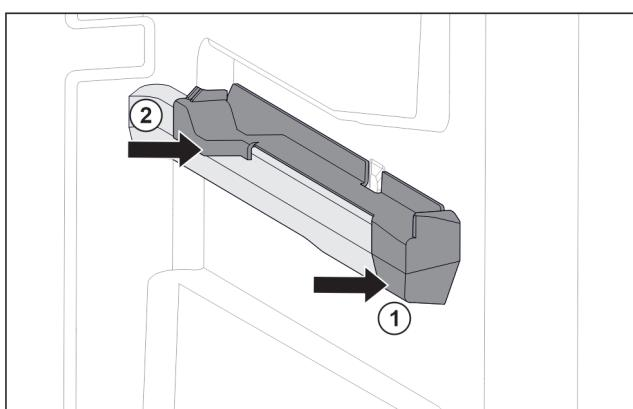

Fig. 85 Вставная часть на правом контейнерном ребре
- Наденьте вставную часть спереди на контейнерное ребро. Fig. 85 (1)
- Нажмите на вставную часть сзади. Fig. 85 (2)